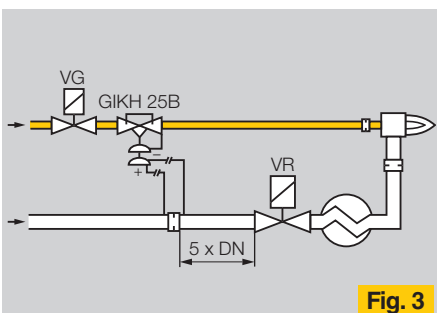

Fig. 3
3. Anwendungsfall (Fig. 3):
3rd application (Fig. 3):